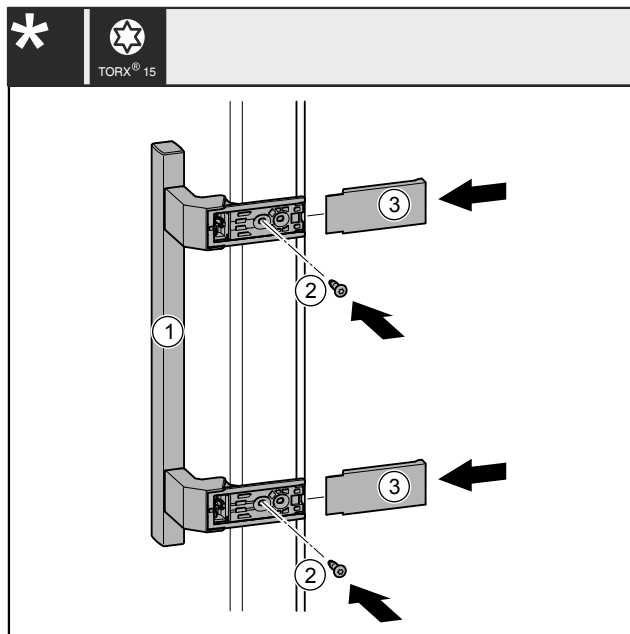

Fig. 41
- ▶ Встановіть ручку Fig. 41 (1) з протилежного боку.
- ▶ За допомогою викрутки закрутіть гвинти Fig. 41 (2).
- ▶ Встановіть кришки Fig. 41 (3) збоку та насуньте їх так, щоб вони зафіксувались.